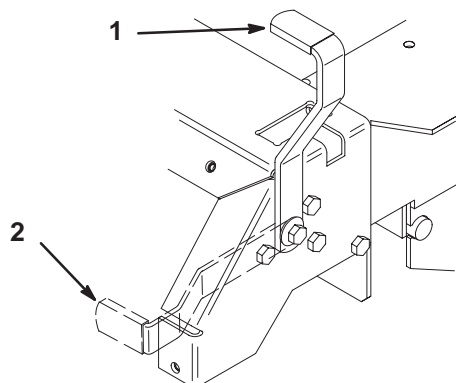

Figure 12
2. Tirez le frein de stationnement en arrière et vers le haut pour le serrer (Fig. 12). Une fois serré, le frein de stationnement ne doit plus bouger.
Poussez le levier du frein de stationnement vers l'avant et vers le bas (Fig. 12) afin de le desserrer. Le frein de stationnement est desserré.